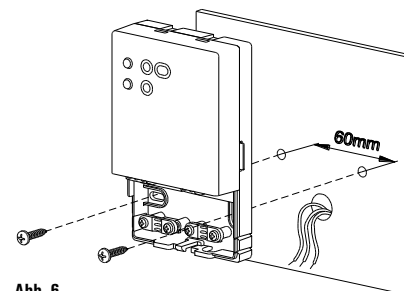

Abb. 6
- Montieren Sie die Platte an die Wand, der Mitte-Mitte Abstand für die Bohrlöcher beträgt 60 mm (Schrauben + Dübel im Lieferumfang enthalten) - Abb. 6.